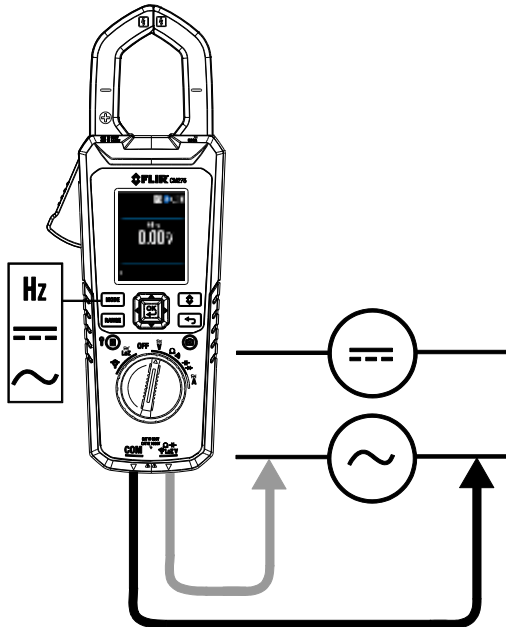

Fig. 9-4 Mediciones de voltaje y frecuencia
2. Inserte el cable negro de prueba en la terminal negativa COM y el cable rojo de prueba en la terminal positiva. Refiérase a la Fig.9-4 abajo.